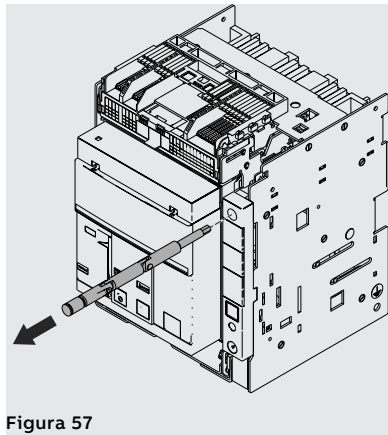

Figura 57
4. Extraer de su alojamiento la manivela de seccionamiento. Véase Figura 57.